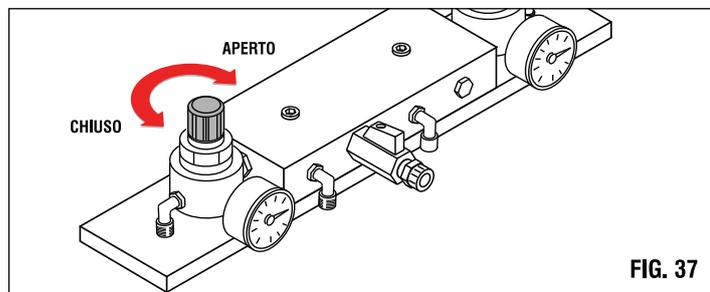

FIG. 37
- 2) Chiudere il rubinetto d'ingresso aria (fig.37) e scaricare il prodotto rimasto all'interno della pompa tramite la pistola.
4) Aprire con cautela il rubinetto d'ingresso aria (fig.37) e, tramite la pistola, scaricare il prodotto residuo che sarà composto da vernice e solvente (o acqua), fino ad ottenere il lavaggio completo della pompa. Il prodotto residuo va raccolto in un contenitore e smaltito secondo le vigenti norme.